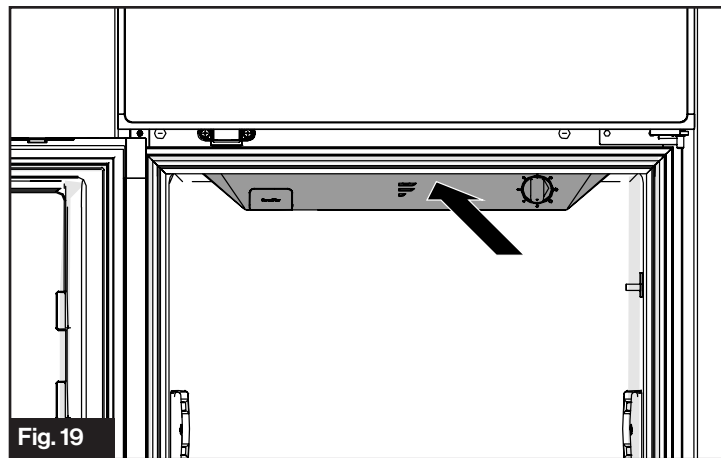

Fig. 19
2. Poussez le couvercle en arrière vers l'arrière de l'appareil, puis ouvrez-le. (Fig. 19)